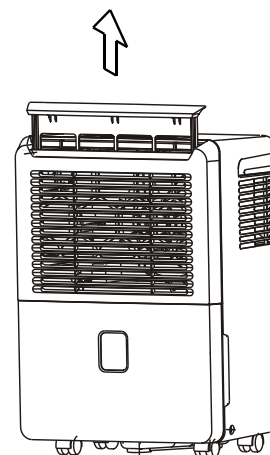

Fig. 11
- Retirez le filtre de la partie supérieure de l'appareil (Fig. 11).